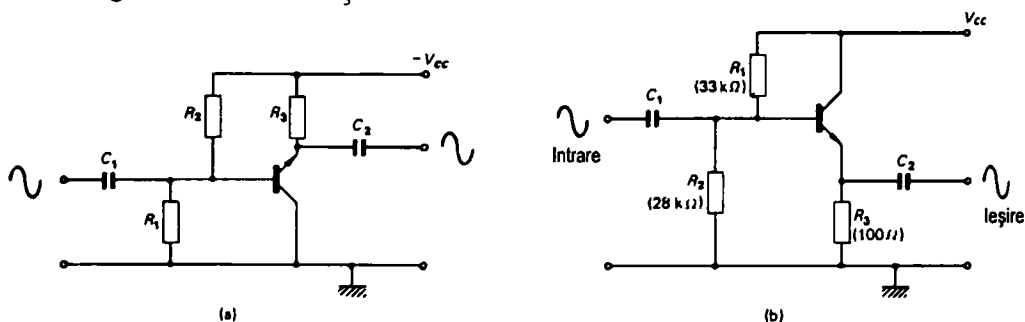

Figura 24.3 (a) Repetorul pe emitor sau amplificatorul cu colector comun;
Figura 24.3 (a) prezintă un circuit folosind un tranzistor în configurație de colector comun, (CC). C_1 și C_2 sunt condensatoarele de intrare și de ieșire de cuplaj, iar $R_1 - R_2$ formează lanțul de polarizare pentru tensiunea de bază. Nu se folosește nici o rezistență de colector, de vreme ce ieșirea se ia din emitor. Figura 24.3(b) indică modul în care se proiectează în mod normal circuitul. Ieșirea se formează pe rezistența de emitor R_3 și de aceea circuitul se mai numește *repetor pe emitor*. El are un câștig mare de curent cu un câștig de tensiune mai mic dar foarte apropiat de unu. Câștigul foarte mic în tensiune este datorat reacției 100% negative realizate de R_3 .